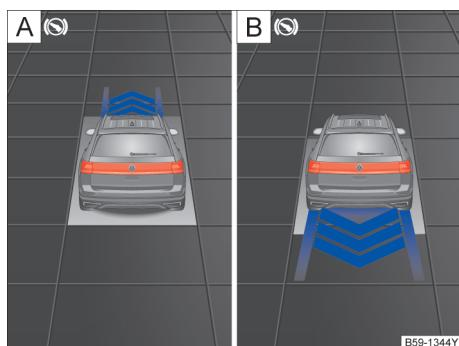

图 169 在组合仪表显示屏中：要求转换行驶方向
- 如果在组合仪表中显示转换行驶方向，则制动并切换到相应的挡位→图 169。